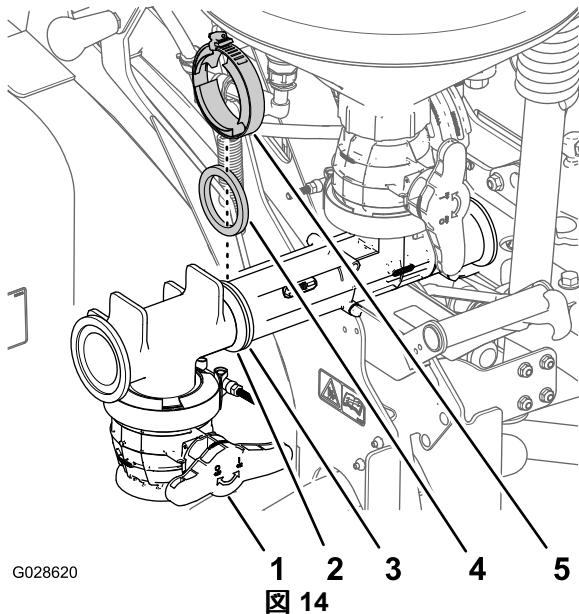

図 14
- 上側T字フィッティングのフランジを、エダクタの前側フランジに合わせる 図 14。
2. ガスケットとフランジクランプで、T字フィッティングをエダクタに固定する 図 14。